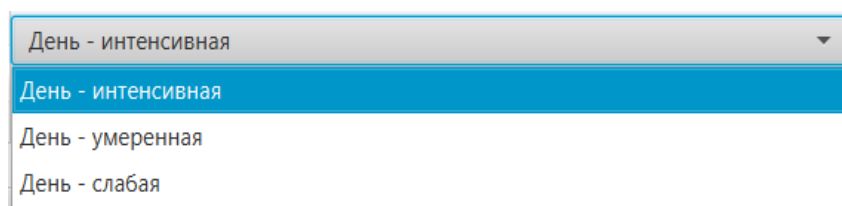

Рисунок 22 — Условия дневной освещенности.
4. В раскрывающемся списке «Условия дневной освещенности» (рисунок 22) выбирается условие дневной освещенности.